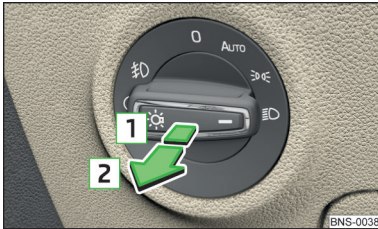

Abb. 74
- ✓ Der Lichtschalter befindet sich in der Stellung **AUTO**,  oder  » Abb. 74.